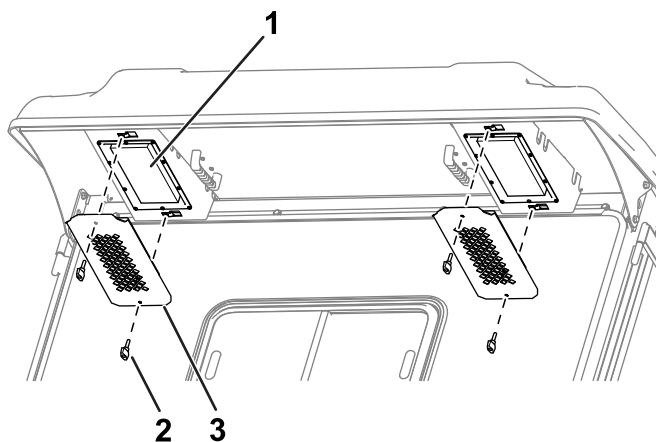

Figure 126
1. Enlevez les boutons et les grilles sur l'avancée arrière de la cabine (Figure 126).
4. Utilisez les boutons et les grilles pour installer les filtres dans la cabine (Figure 126).